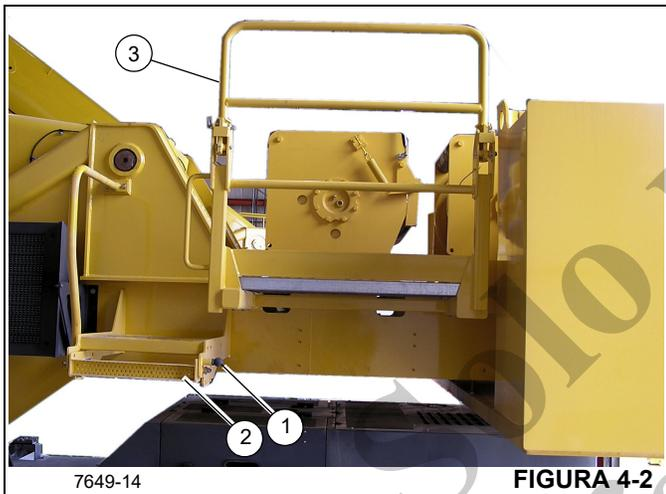

FIGURA 4-2
Cambie la zona de acceso al malacate de la configuración de transporte (Figura 4-1) a la posición de trabajo (Figura 4-2).
Coloque el pasamanos de la plataforma de acceso al malacate (1) (Figura 4-2) y el peldaño (2) (máquinas con contrapeso fijo solamente) en la posición de trabajo:
1. Tire del pasador de bloqueo del peldaño (1) (Figura 4-2) hacia afuera, deslice el peldaño (2) hacia afuera a la posición de trabajo y suelte el pasador de bloqueo en el agujero para el pasador de bloqueo.
2. Retire los dos pasadores de bloqueo del pasamanos (3), gírelo hacia arriba a la posición de trabajo y vuelva a instalar los pasadores.